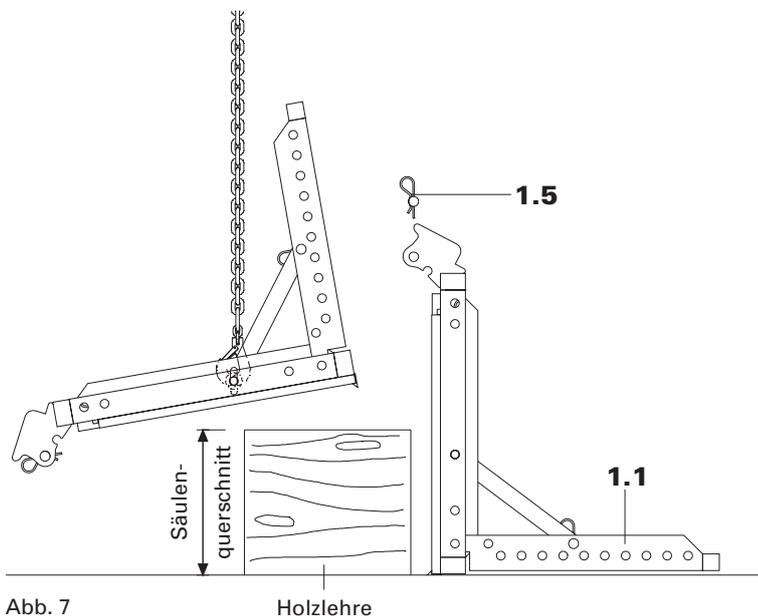

Abb. 7
5. 2-Stranggehänge in den versetzten Ringschrauben einhängen und Säulenrahmen mit Kran an das 1. Element schwenken. Abb. 7